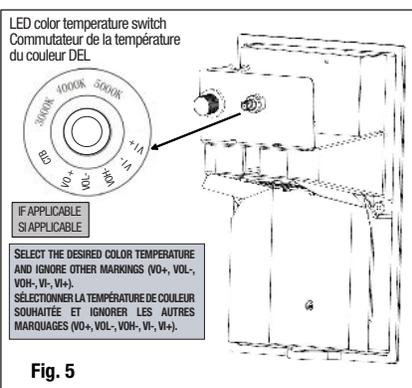

Fig. 5
8. Select the appropriate LED color temperature by using the switch located inside the housing (Fig. 5).
8. Sélectionner la température de couleur appropriée à l'aide du commutateur situé à l'intérieur du boîtier (Fig. 5).